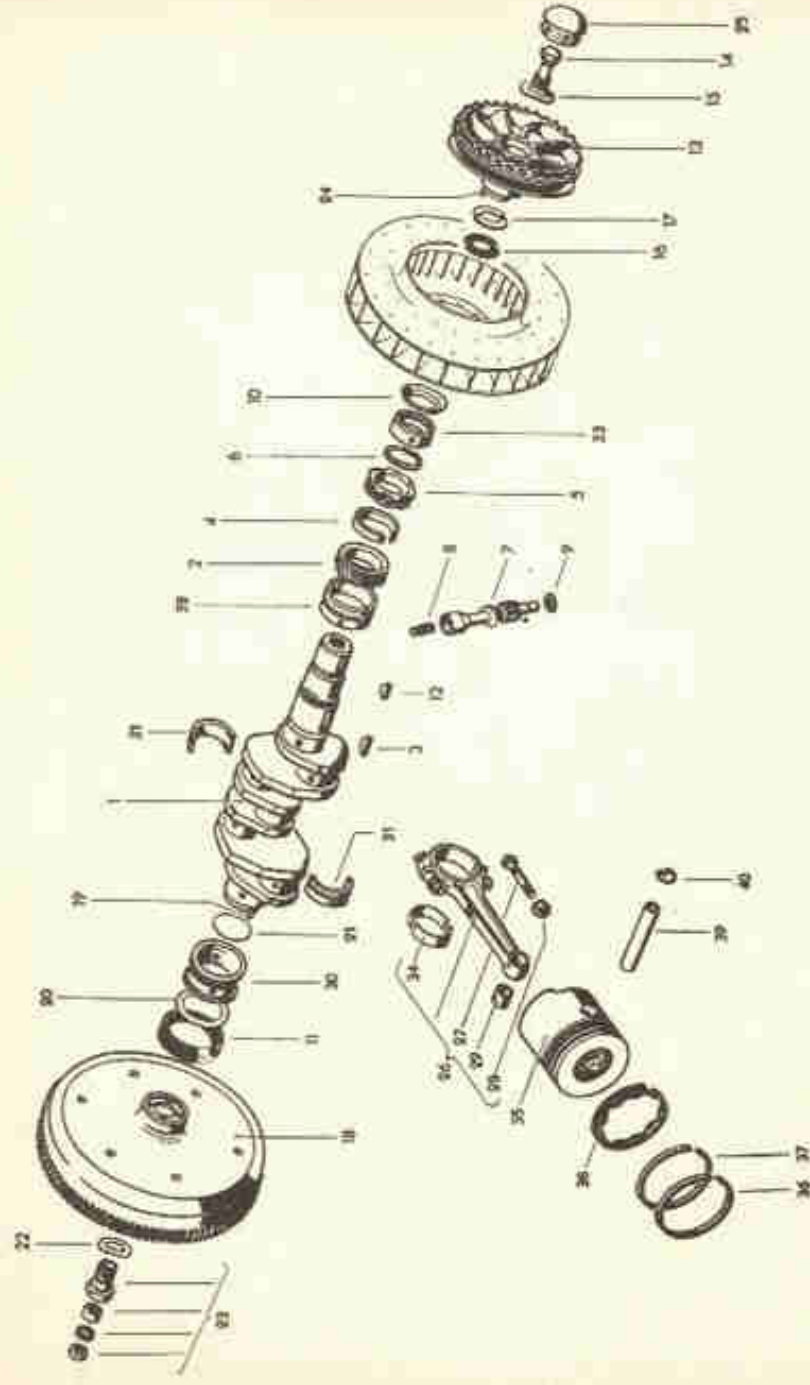

Fig. 2-V — Árvore de manivelas, bielas, êmbolos, volante do motor e outras peças móveis do motor plano "1 600".
Substituição da polia. — Retira-se o silencioso, a carcaça de sucção do ar (37), a capa protetora da polia e o parafuso fixador (25 e 14, Fig. 2-V). Retira-se a polia e coloca-se a nova, substituindo o vedador (16, Fig. 2-V) e observando que o pino da polia (24, Fig. 2-V) se introduza no furo respectivo no cubo do ventilador.